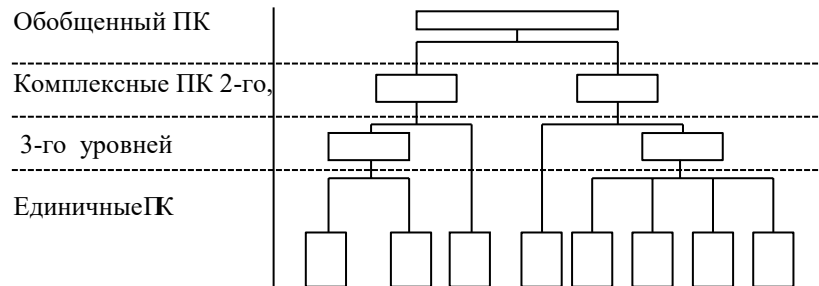

Рис.1 Дерево свойств
4. Многоуровневая структура показателей качества должна иметь вид, показанный на рис. 1.